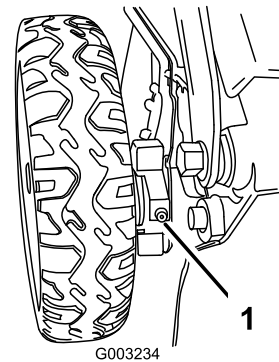

Figura 40
1. Limpie con un trapo limpio los puntos de engrase situados justo dentro de las ruedas traseras (Figura 40).